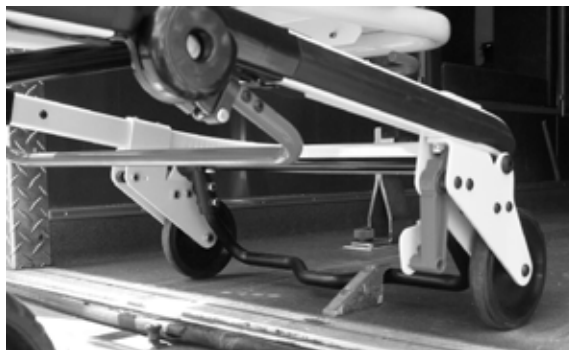

Figura 16 – La barra di sicurezza s'innesta con il gancio di sicurezza
2. Spingere la barella in avanti fino a che le rotelle di caricamento non siano sul pavimento del vano paziente e la barra di sicurezza non superi il gancio di sicurezza (Figura 16).